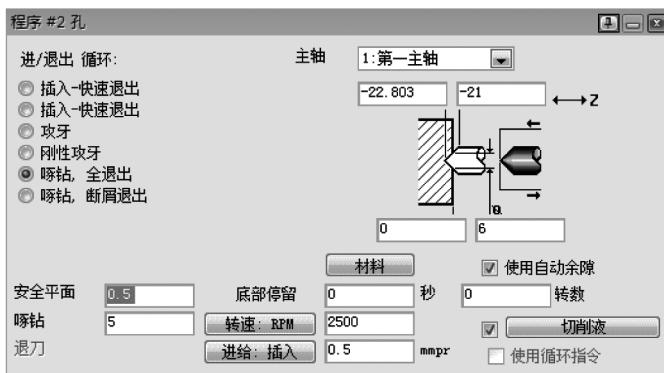

图 7-4 钻孔程序 2
3) 用#11 刀具为程序#2 创建如图 7-4 所示的车削钻孔程序。